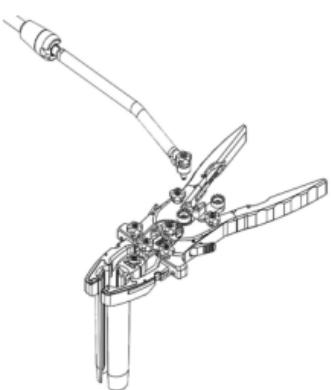

Figura 11
- Alinhe os dentes dos elementos raiados na extremidade distal do **Braço Articulado** (ML-0061) ou da **Interface do Braço** (ML-0902) e no ponto de fixação pretendido na estrutura do **Retrator**, aperte à mão e fixe no lugar com a **Ferramenta Hexagonal** (Figura 11).